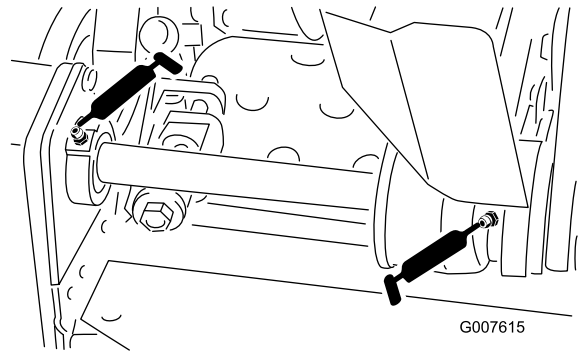

Figura 16
- 2 en los cojinetes del contraeje del molinete (Figura 16)